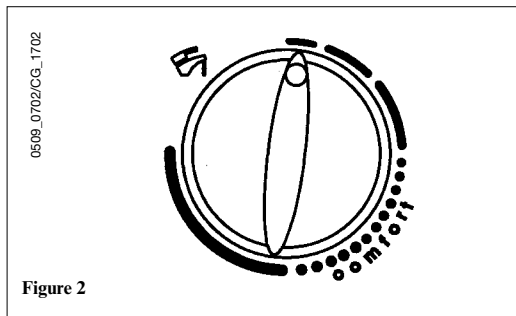

Figure 2
3.2 Réglage de la température de l'eau sanitaire Quand on positionne la poignée (7) dans le secteur (figure 2), la fonction de préchauffage de la miniaccumulation n'est pas activée. Dans ces conditions, la chaudière assure pour l'eau sanitaire une température fixe de 50 °C. La fonction préchauffage est activée dans le champ de réglage restant de la poignée (7).